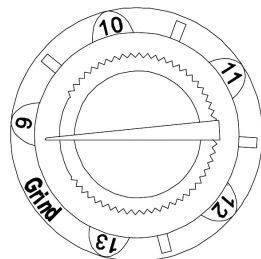

Рис. 3
7.5 Регулятор степени затемнения (рис.3). Выбе-